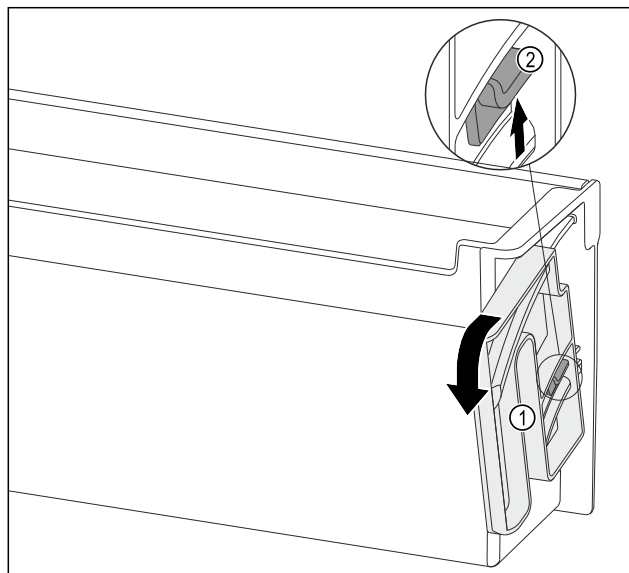

Fig. 142
- ▶ Okrenite okretnu jedinicu Fig. 142 (1) u navedenom smjeru sve do graničnika.
- ▶ Pritisnite jezičac Fig. 142 (2) prema gore i oprezno izvucite okretnu jedinicu Fig. 142 (1).